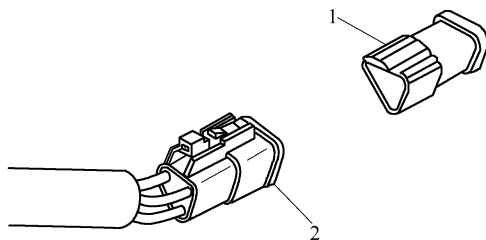

图 5-15 终端电阻盖和 OEM 主干线束插头
③ 主干线束每端连接 120Ω 的电阻器，终端电阻器盖必须安装在 OEM 主干线束插头的正确位置，如图 5-15 所示，以保持正确的通信。每个电阻器的电阻为 120Ω ，位于可拆卸的盖中。当通过 J1939 数据通信接口与服务软件通信时需要此电阻。